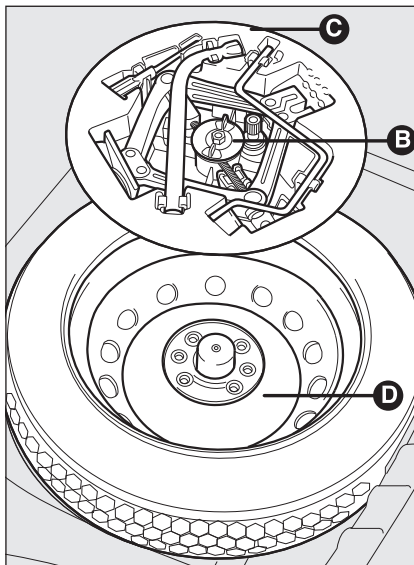

fig. 4
- deșurubați dispozitivul de blocare **B-fig. 4**;